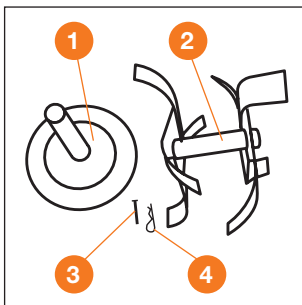

Рис. 9
- Установите защитные диски **1** на валы фрез **2** совместив отверстия для их крепления (Рис. 9).